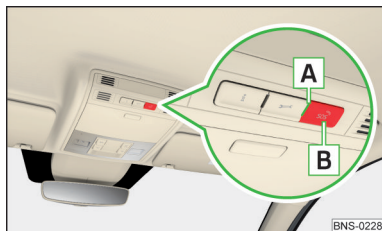

Fig. 4
Voyant et bouton d'appel d'urgence » fig. 4
- Maintenir la touche **B** » fig. 4 enfoncé pendant plus de 3 s (l'établissement de la connexion peut être **annulé** en appuyant à nouveau sur la touche).
La **fonction du système** est affichée après activation du contact par le voyant **A** » fig. 4.